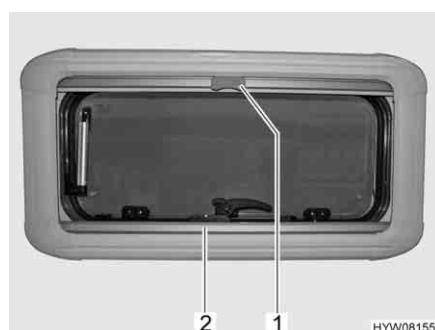

Fig. 41 Finestra apribile
■ Afferrare la tendina oscurante pieghevole (Fig. 41,2) per la parte centrale della barra di presa, tirarla dal basso verso l'alto e rilasciarla nella posizione desiderata. La tendina oscurante pieghevole rimane in questa posizione.
- Tirare la zanzariera a rullo per la maniglia (Fig. 41,1) verso il basso fino a quando non si trova in contatto con la tendina oscurante pieghevole (Fig. 41,2).
- Premere la maniglia (Fig. 41,1) della zanzariera a rullo.